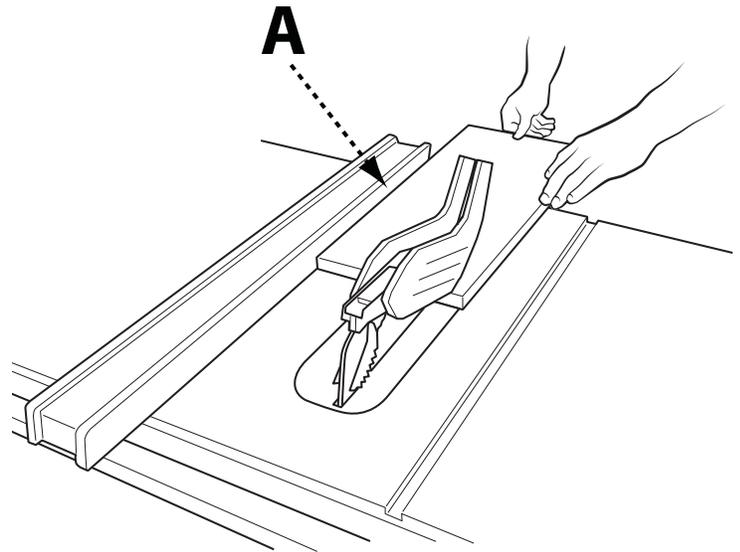

FIGURA 26
8. Ponga la pieza plana en la mesa y contra la guía (A). La pieza debe tener un canto plano contra la guía y no debe estar deformada, torcida o arqueada. La posición correcta de las manos se indica en la Figura 26.